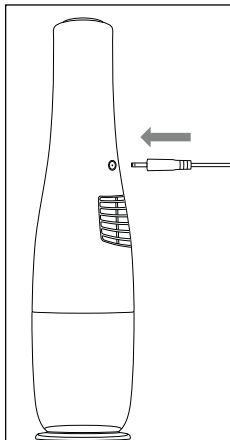

Fig. 1
- ◆ Tilslut strømforstyringens ❾ hulstik ❿ til ladeindgangen ❸ på produktets underside (se fig. 1). Stik strømforstyringens strømstik ❾ ind i stikkontakten. Ladekontrollampen ❻ blinker blå, og opladningen starter.